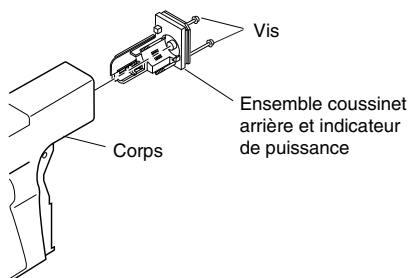

Figure 6 - Retrait de l'ensemble tampon/indicateur de puissance de la poignée
2. Retirer l'ensemble tampon/indicateur de puissance de la poignée. (consulter la Figure 6).